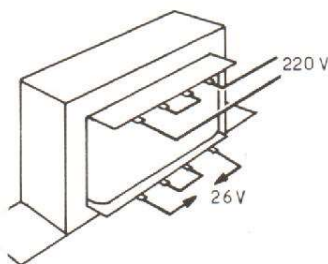

Fig. 12
1) Câbler les diodes D_5, D_6, D_7, D_8 , le condensateur C_4 , la résistance R_{18} et la diode zener DZ_2 . Raccorder provisoirement le transformateur. La figure 12 explicite le brochage de celui que nous avons utilisé et qu'on peut trouver chez Radio-Relais sous la